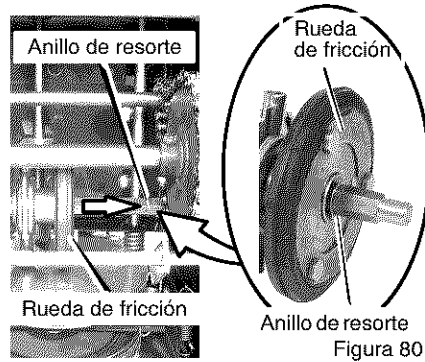

Figura 80
6. Tome nota de la posición de la **rueda de fricción**. En la posición correcta, la **rueda de fricción** quedará contra el **anillo de resorte**. Si la **rueda de fricción** no está en la posición correcta, ajústela de la siguiente manera (consulte la Figura 80).
3. Mueva la **rueda de fricción** contra el **anillo de resorte** (consulte la Figura 80).